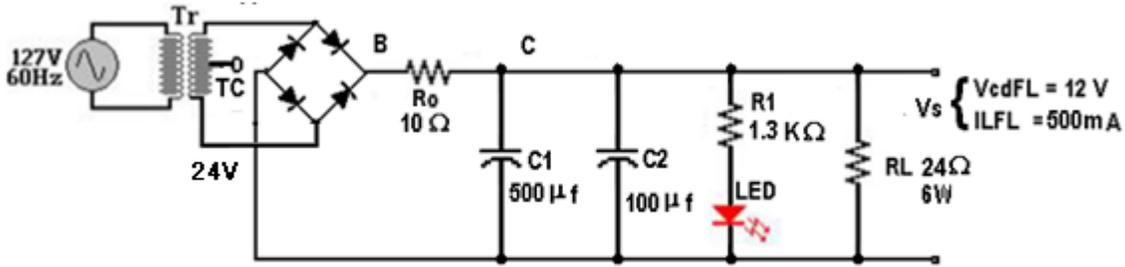

Figura 9.2
3. El alumno debe realizar la simulación del circuito de la figura 9.2 y 9.3.
1. Arme el circuito de la figura 9.2 de una fuente no regulada.